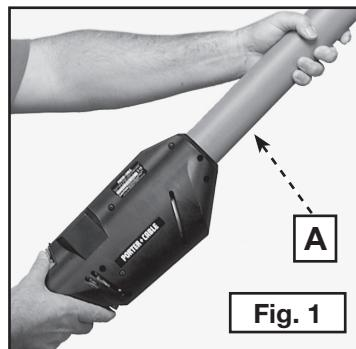

Fig. 1
Tenir la ponceuse avec les deux mains sur le tube principal (A) Fig. 1. Disposer vos mains n'importe où le long du tube principal pour fournir la meilleure combinaison de portée et d'effet de levier.
ATTENTION : Pour réduire le risque de blessures, gardez les mains sur le tube principal (A) Fig. 1. Ne placez pas la main dans la partie entourant la tête de ponçage. La tête de ponçage pivote dans plusieurs directions et pourrait vous pincer la main.